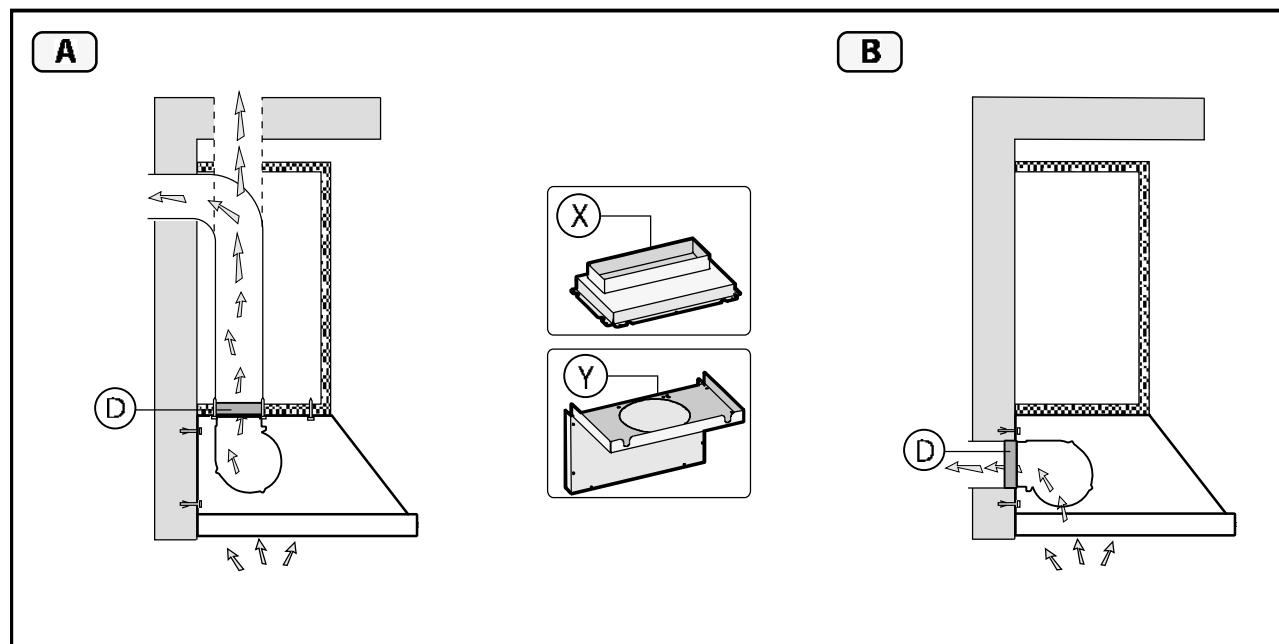

Fig.3
- La bride d'évacuation d'air est fournie rectangulaire **X** et ronde **Y** (**Fig.3**).